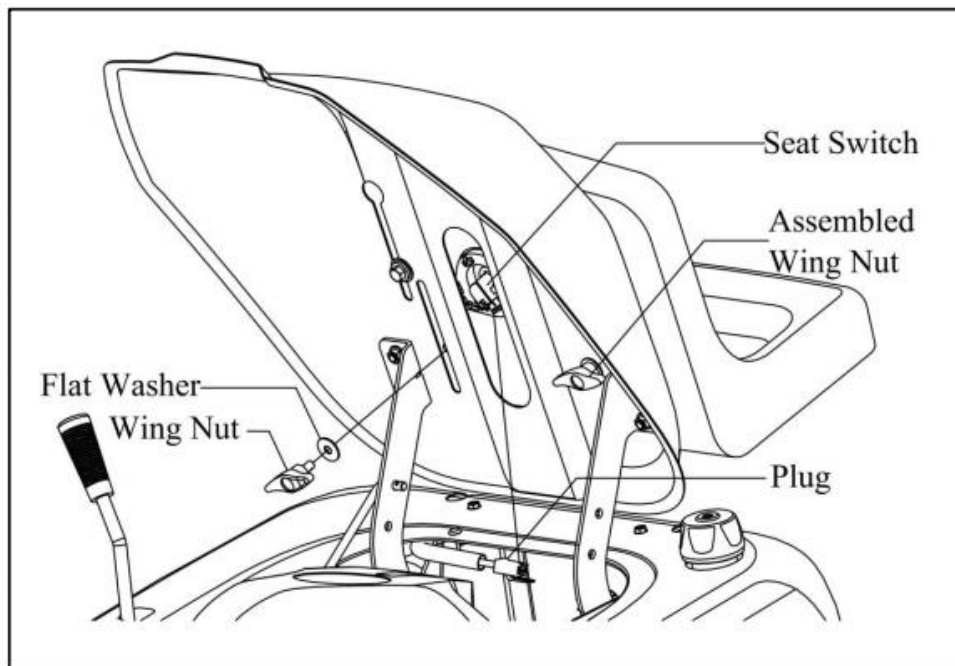

Figure 2
- 2) Relever le **support du siège** et le fixer en position **haute** à l'aide de la **tige du support du siège** (figure 2).
- 3) Les deux **boulons hexagonaux** montés sur le **siège** doivent passer par les **trous de réglage** et peuvent glisser sur la fente. Fixez le **siège** au **support du siège** à l'aide des fixations comme indiqué (figure 2).
- 4) Vérifiez la position de fonctionnement du siège. Si le siège doit être réglé, desserrez les deux **boulons à oreilles**. Faites glisser le siège vers l'avant ou vers l'arrière le long des **trous de réglage du siège** comme indiqué. Serrez les **boulons à oreilles**. (Figure 2)
- 5) Branchez l'**interrupteur de sécurité du siège** (figure 2).